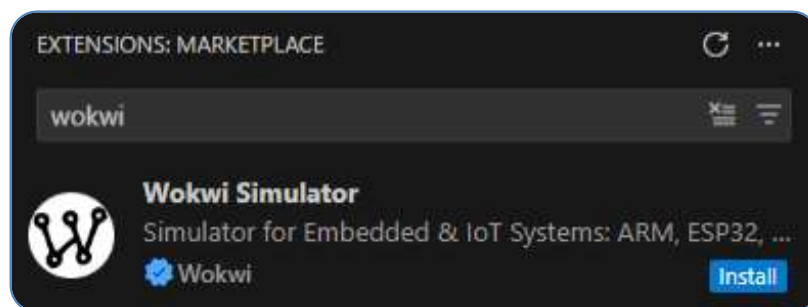

Рис. 1.10. Розширення Wokwi
- d. У рядку пошуку введіть «**Wokwi**», оберіть перший результат і натисніть **Install** (рис. 1.10).